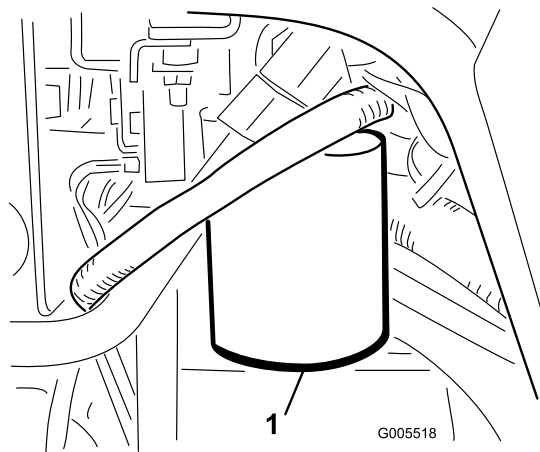

Figura 59
1. Limpie la zona de montaje del filtro (Figura 59). Coloque un recipiente debajo del filtro y retire el filtro.